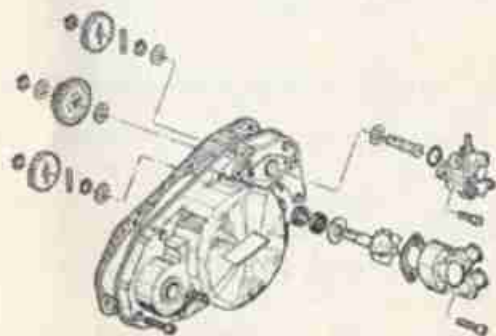

FIG. 35 Gruppo pompa acqua e pompa olio
- 3) Montare poi la girante, la guarnizione e il coperchio pompa acqua (fig. 35).